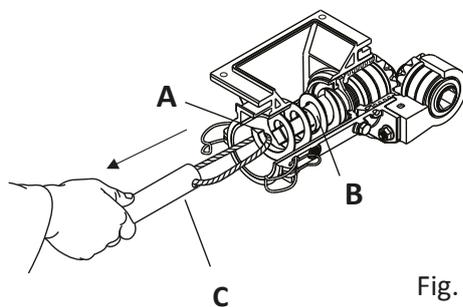

Fig. 11
**A-** Proceda à retirada do Sem-Fim normal (A) Fig. 11 juntamente com o Anel Trava (B) usando o cordão do Tubo Fixador (C).